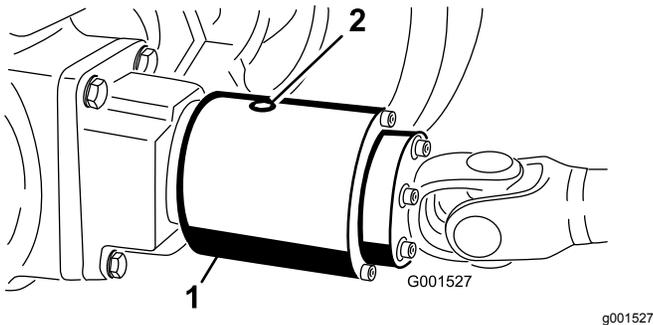

Figura 63
3. Gire el embrague hasta que el tapón esté orientado hacia abajo (Figura 63)